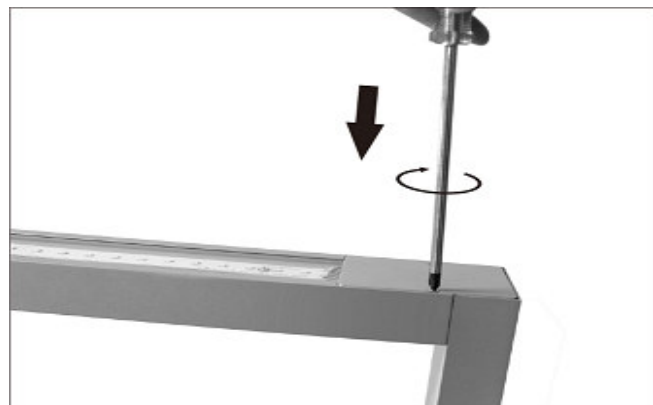

Abb. 8: Abdeckung wieder montieren
5. Die Abdeckung wieder am Kopf montieren (Abb. 8)